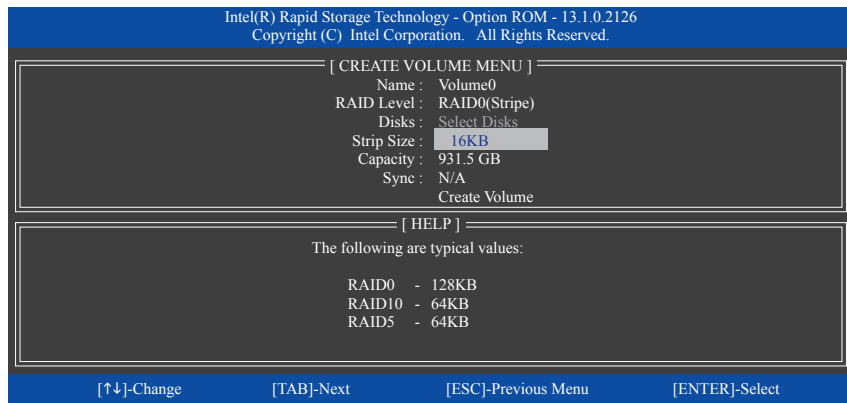

図 12
**Disks** の項目で、RAID アレイに含めるハードドライブを選択します。取り付けたドライブが 2台のみの場合、ドライブはアレイに自動的に割り当てられます。必要に応じて、ストライプブロックサイズ (図 12) を設定します。ストライプブロックサイズは 4 KB~128 KB まで 設定できます。ストライプブロックサイズを選択してから、<Enter> を押します。